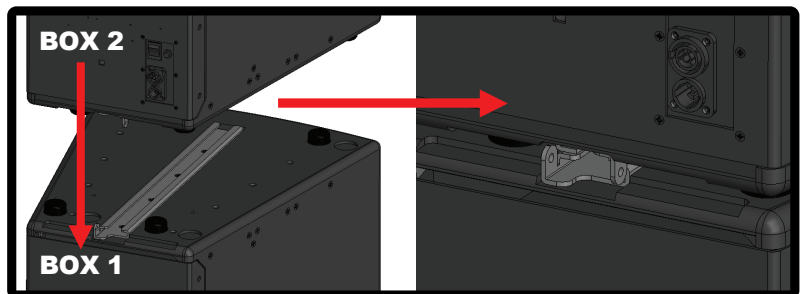

Figure 3
4. Line up feet of BOX 2 with recess in BOX 1 (Figures 3, 4, and 5)
4. Aligner les pieds de l'ENCEINTE 2 avec les cavités de l'ENCEINTE 1 (figures 3, 4 et 5)